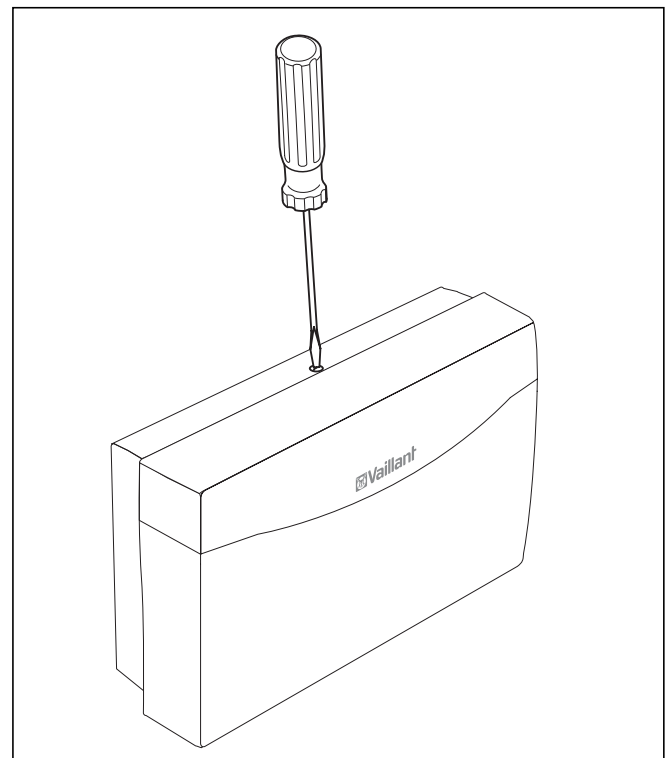

Fig. 5.1 Apertura della scatola
- ⇒ Tracciare i due fori di fissaggio in un punto adeguato in base alle aperture di fissaggio (1).
- ⇒ Avvitare il coperchio della scatola come da fig. 5.1.